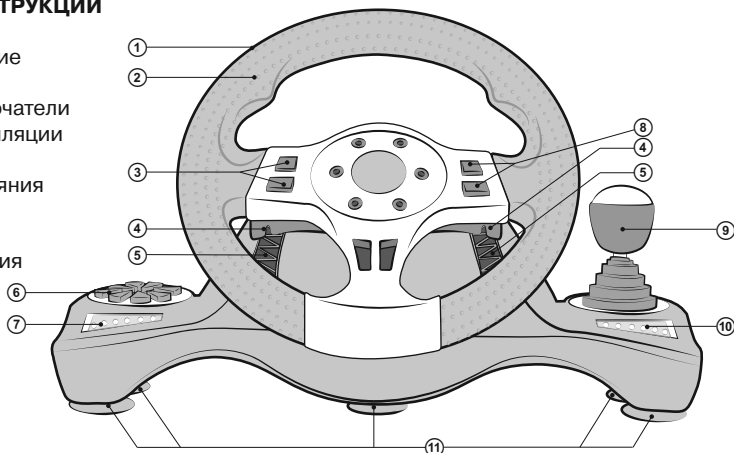

Рис. 1. Вид спереди
Примечание. Манипулятор оборудован светодиодными индикаторами контроля «торможения» ⑦ и «газа» ⑩ см. рис. 1. При плавном нажатии педали «газа» загораются индикаторы зеленого цвета, набирая скорость загораются оранжевые индикаторы, затем красные. В зависимости от плавности сбрасывания скорости, загораются индикаторы зеленого, оранжевого и красного цветов соответственно.